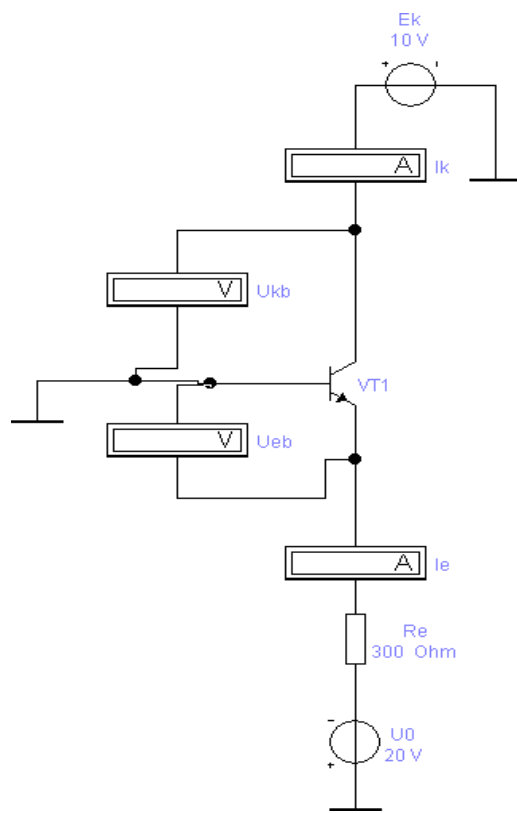

Рисунок 7.8 – Схема включения ОБ
3. Собрать схему включения ОБ – рисунок 7.8. Построить с помощью программы Microsoft Excel семейство входных характеристик транзистора  $I_э(U_{эб})$  при  $U_{кб}=\text{const}$  и выходных характеристик  $I_k(U_{кб})$  при  $I_э=\text{const}$ .